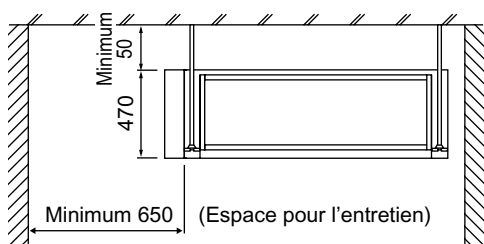

Fig. 1 (longueur : mm)
- Où un espace suffisant pour l'entretien et les réparations est assuré. (**Reportez-vous à la Fig. 1**)